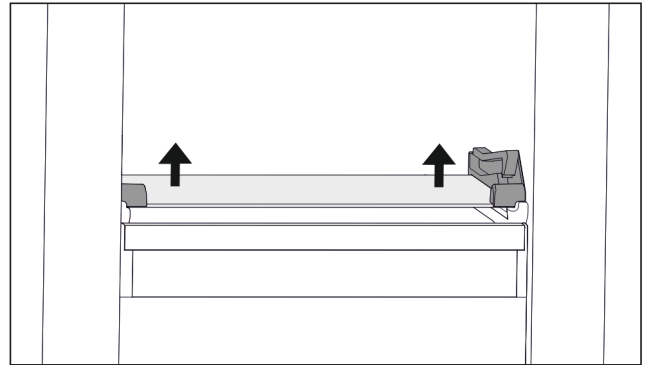

Fig. 107 Placa de sticlă a sertarului înclinabil
- ▶ Apăsați placa de sticlă de jos în sus pe ambele părți. (vezi Fig. 107)